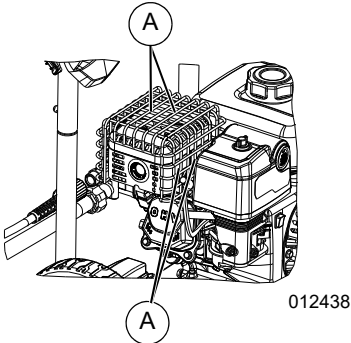
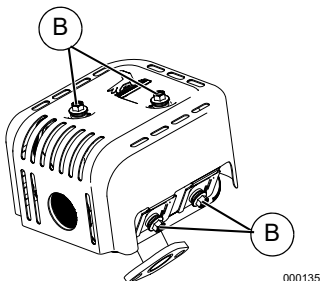

Figura 4-9. Sujetadores del parachispas
Figura 4-10. Sujetadores de la pantalla térmica
1. Consulte la Figura 4-9 y la Figura 4-10. Suelte los sujetadores y retire la jaula del silenciador y parachispas (A) y la pantalla térmica (B).